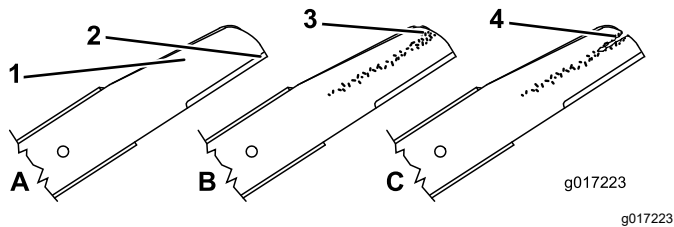

Figura 34
1. Inspectai marginile de tăiere (Figura 34). Dacă marginile nu sunt ascuțite sau prezintă creștături, îndepărtați i ascuți lamele sau înlocuiți-le.
2. Inspectai lamele, în special în zona curbată (Figura 34). Dacă observai orice deteriorare, urme de uzură sau formarea unei fante în această zonă, înlocuiți-le imediat cu lame noi.